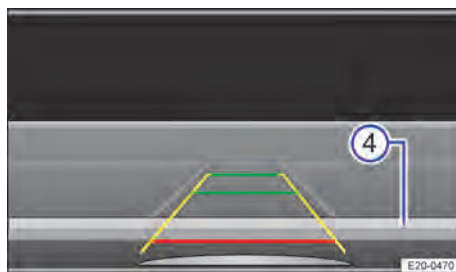

Abb. 134 Infotainment-System: Fahrzeug innerhalb der Parklücke ausrichten.
6. Wenn die rote Linie die hintere Begrenzung erreicht, anhalten → Abb. 134 .